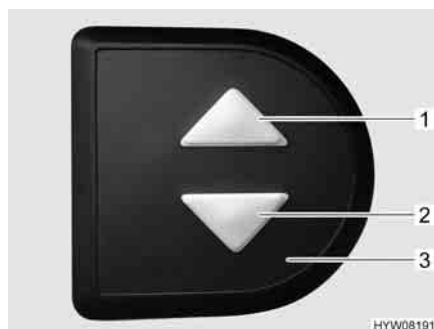

Fig. 84 Elemento di regolazione
- Sull'elemento di regolazione (Fig. 84,3) premere contemporaneamente i due tasti freccia (Fig. 84,1 e 2) e tenerli premuti fino a quando il letto basculante non si è spostato completamente verso il basso. Una volta rilasciati i tasti viene emesso un segnale acustico di conferma.
- Sull'elemento di regolazione (Fig. 84,3) premere il tasto freccia inferiore (Fig. 84,2) e tenerlo premuto fino a quando il letto basculante non ha raggiunto la posizione finale in basso.
- Sull'elemento di regolazione (Fig. 84,3) premere il tasto freccia superiore (Fig. 84,1) e tenerlo premuto fino a quando il letto basculante non ha raggiunto la posizione finale in alto.
- Portare leggermente il letto basculante con i tasti freccia (Fig. 84,1 o 2) nella direzione opposta.